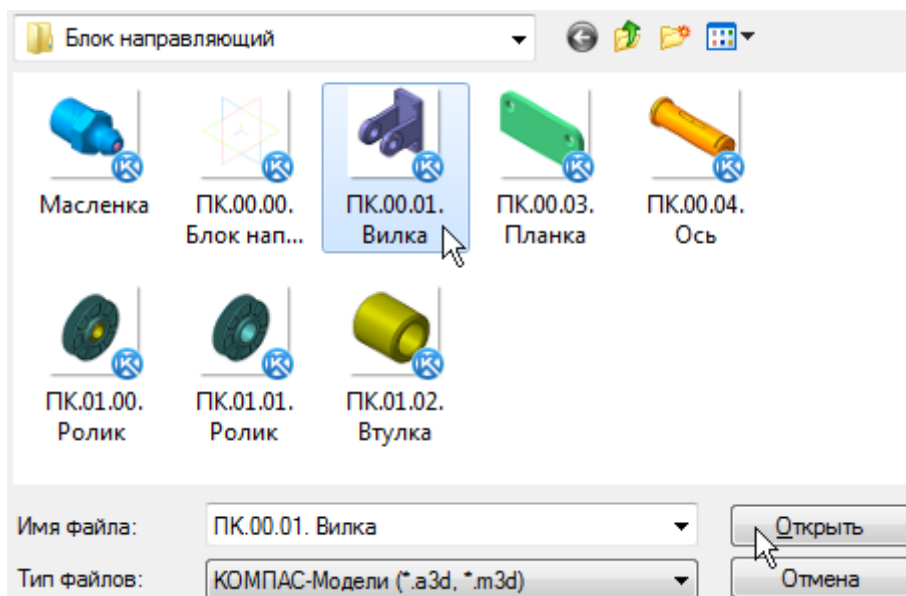

Рисунок 1.
- Добавьте в сборку первый компонент — деталь ПК.00.01. Вилка. При размещении укажите точку начала координат модели  (рис.1).